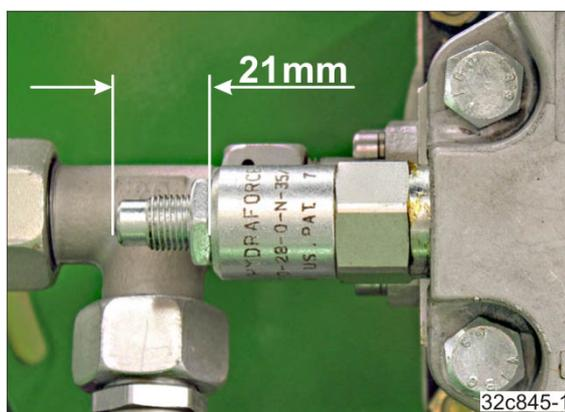

Рис. 166
2. Установите редукционный клапан на заводское значение «21 мм» (Рис. 166).